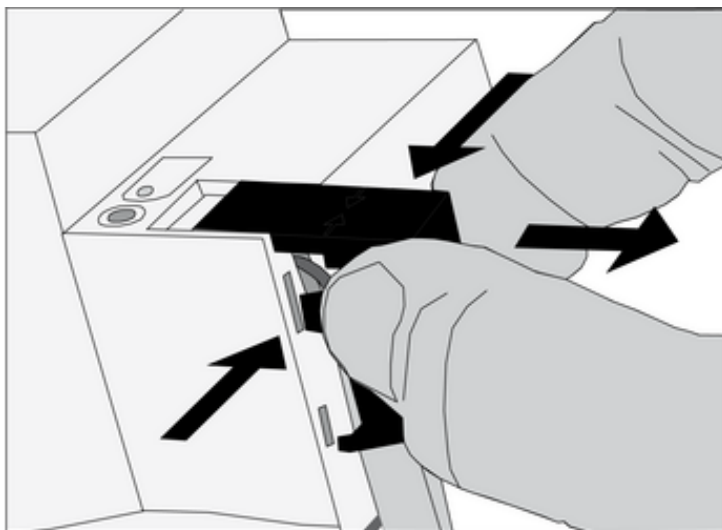

Bild 10: Ta av locket
- Tryck på skyddslockets sida och dra av det (bild 10).